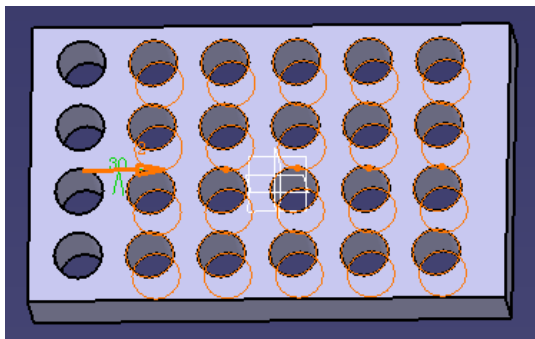

图 3-49
(4) 按同样的方法, 在 Second Direction 中, 输入适当的 Instants(6)和 Spacing(30mm)值, Reference element 中用鼠标选择下图中四方形的下面, Object 中用鼠标选择模型中的 4 个孔, 点击 OK 键 (见图 3-49)。